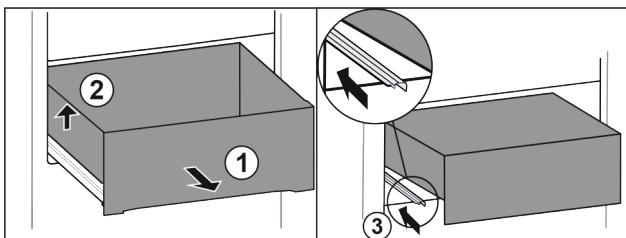

Fig. 89
- ▶ 将抽屉拉出至止挡。Fig. 89 (1)
- ▶ 抬起抽屉左侧。Fig. 89 (2)
- ▶ 推入左侧轨道。Fig. 89 (3)